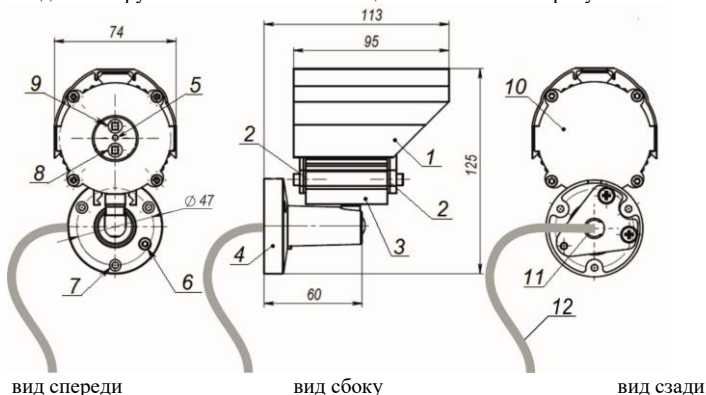
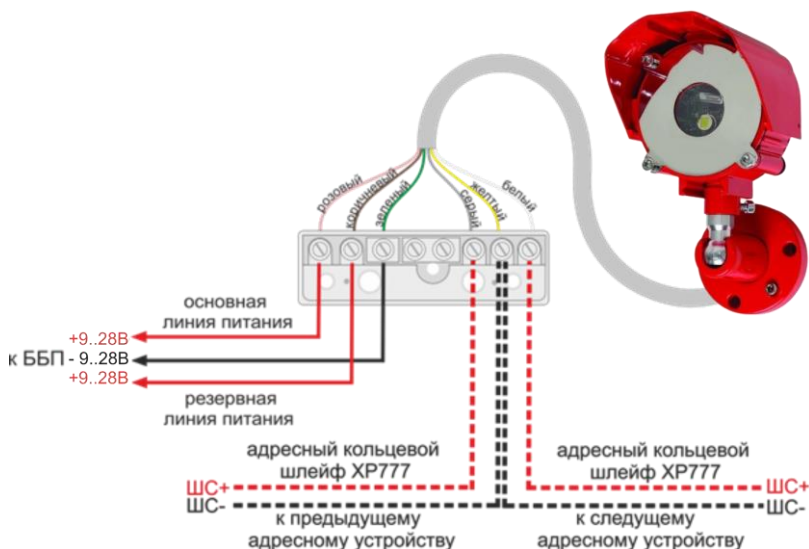

Рис. 1. Общий вид извещателя
Рис. 2 Схема внешних подключений извещателя
Светодиодный индикатор 5 (см. рисунок 1) служит для индикации режимов работы извещателя:
- 4) при помощи ключа для винтов с внутренним шестигранником, входящем в комплект поставки, затянуть винт в основании корпуса (см. рисунок 1, поз. 6);
- 5) с помощью ПЭВМ с установленным программным обеспечением «ХР-TESTER» запрограммировать адрес извещателя. Для этого необходимо подключить ПЭВМ через адаптер интерфейсов универсальный АИУ(01) или аналогичный к ППКПиУ, к которому подключен извещатель.
- 7) подключить внешние соединительные линии и провод к КРС-8 в соответствии со схемой подключения (см. рисунок 2)